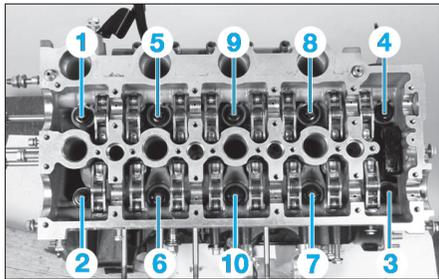

Fig. 63
- les vis de culasse dans l'ordre indiqué (Fig.63),